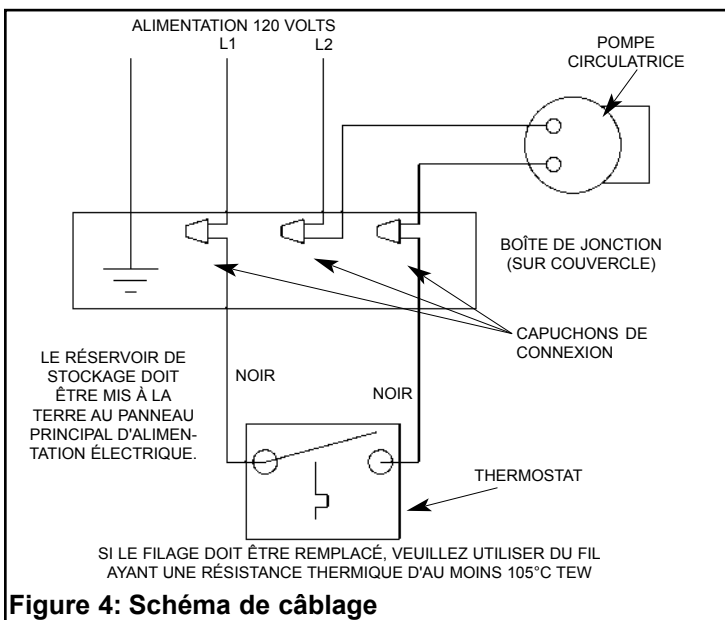

Figure 4: Schéma de câblage
2. Raccordez la pompe circulaire en série avec le thermostat, tel qu'illustré à la figure 4.